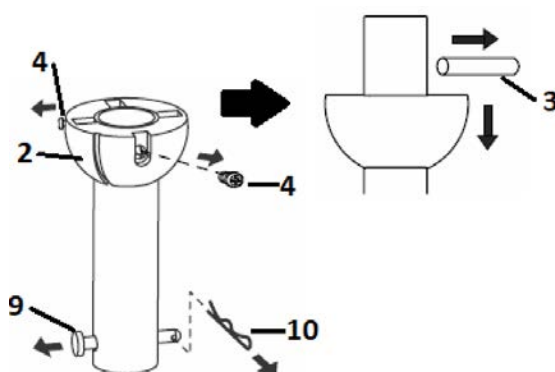

Fig. 4.1
1. Rimuovere il giunto sferico (2) e il perno (3) dall'asta (6) allentando le viti di fissaggio (4). Rimuovere il perno di bloccaggio (9) estraendo la coppia (10) (**Fig. 4.1**). **NOTA: non gettare tali parti perché saranno necessarie in seguito per il riassettaggio**